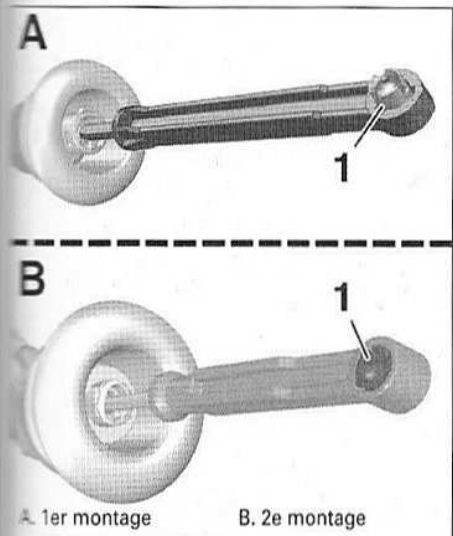

FIG.19
- Vérifier la position de l'agrafe de verrouillage (1) du cylindre émetteur (Fig.19).